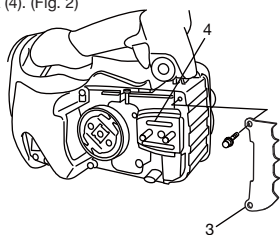

Fig. 2
*Si vous devez monter la griffe (3) : démontez d'abord la plaque de guidage A (4). Puis montez la griffe (3) (le cas échéant) sur l'appareil à l'aide des deux vis. Ensuite, remontez la plaque de guidage A (4). (Fig. 2)